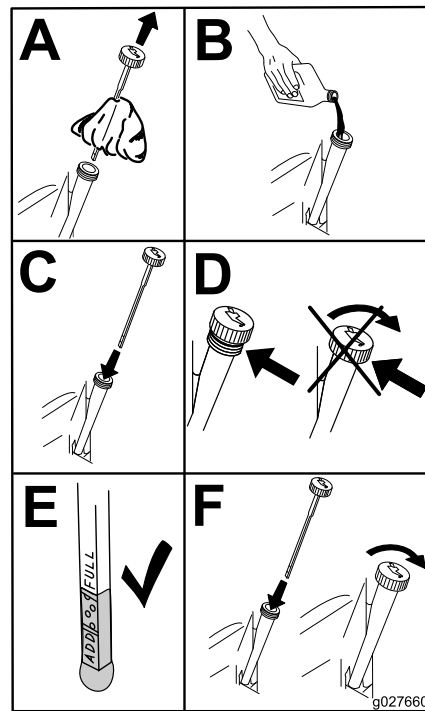

Figure 47
4. Versez lentement environ 80 % de l'huile spécifiée dans le tube de remplissage, puis faites l'appoint lentement pour faire monter le niveau jusqu'au repère maximum (**Full**) (Figure 47).